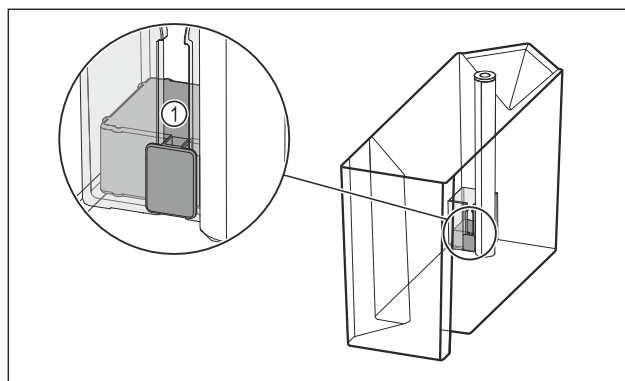

Fig. 111
- ▶ Vérifier que le flotteur Fig. 111 (1) n'est pas bloqué.